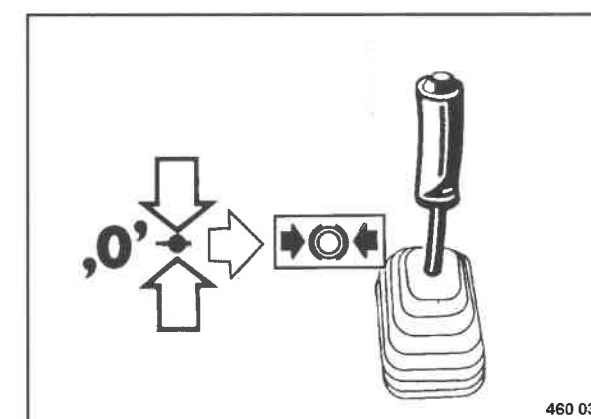

Fig. 62
- Porre la leva di marcia (Fig. 62) a destra nella posizione freno di stazionamento.